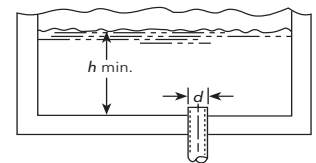

Figure 2
- 3.6.** Le diamètre (d) et la hauteur d'immersion minimale (h min.) de l'entrée du tuyau d'aspiration doivent être suffisants pour empêcher l'aspiration d'air par vortex (v. figures 2 à 5).